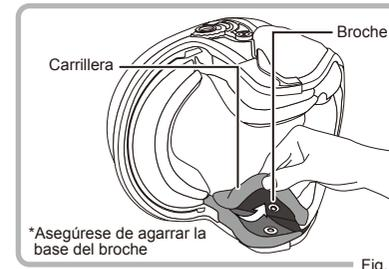

Fig.1
- 1 Retire los tres broches de presión de la parte posterior de las carrilleras (Fig. 1).